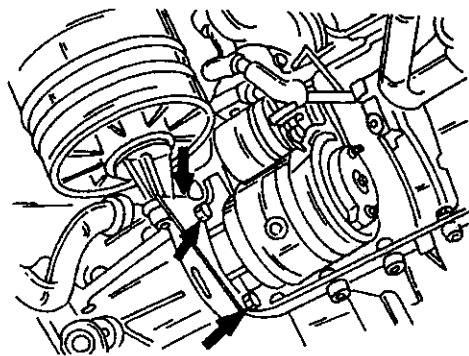

Рис. 187. Освобождение стартера. Кроме того три болта крепят монтажную скобу воздушного фильтра.
- Отвернуть три болта крепления стартера и монтажную скобу воздушного фильтра (Рис. 187) и вывести стартер из зацепления на коробке передач. Отложить стартер в сторону, не отключая электрических проводов. Ни в коем случае не подвешивать стартер на электрических проводах, даже если они выглядят достаточно крепкими.